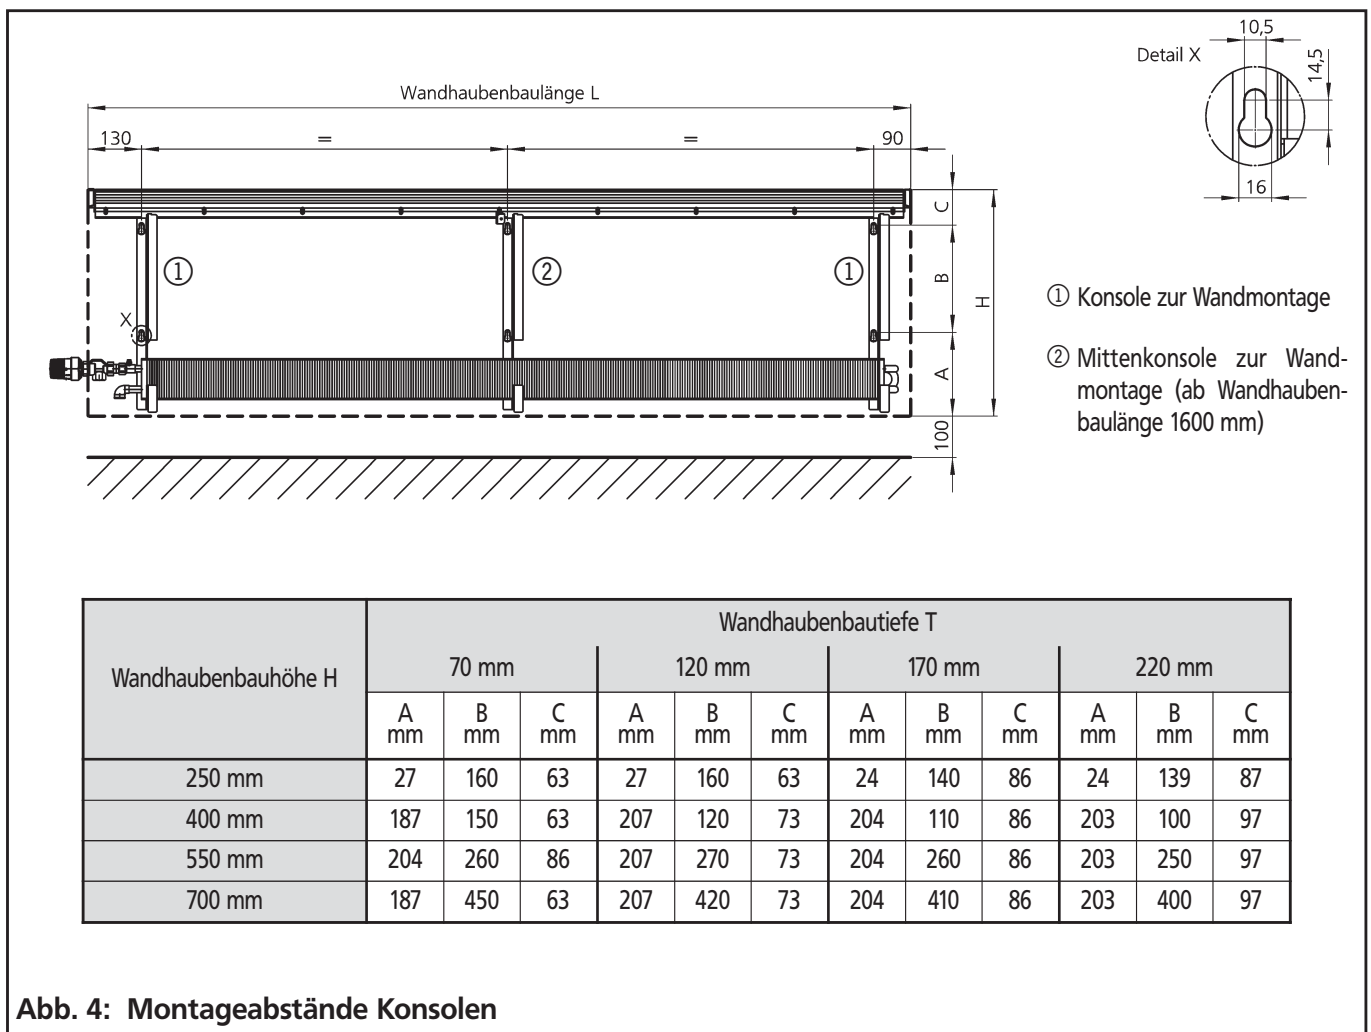

Abb. 4: Montageabstände Konsolen
- Markieren Sie mit Hilfe der Wandkonsolen ① die Bohrlöcher für die Wandmontage. Errechnen Sie dazu die Abstände wie in Abb. 4 angegeben mit Hilfe der untenstehenden Tabelle.
- Ab einer Wandhaubenlänge von 1600 mm ist eine weitere Wandkonsole ② als Mittelkonsole erforderlich. Positionieren Sie die Konsole mittig zwischen die Bohrlöcher für die äußeren Konsolen und zeichnen Sie ebenfalls die Bohrlöcher an.